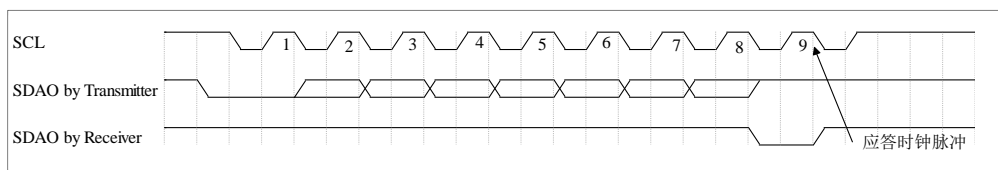
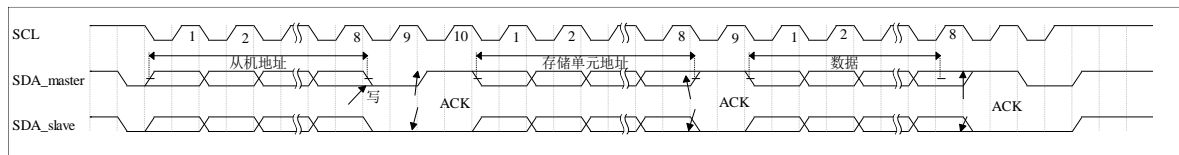
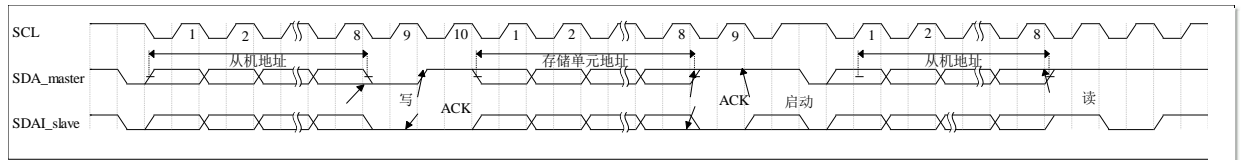
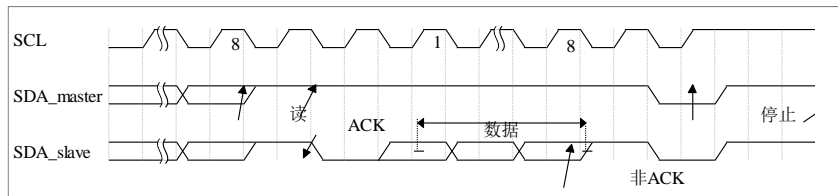

图 12-2 I2C 总线上应答时序图
图 12-3 I2C 写数据时序图
图 12-4 I2C 读指定地址数据的时序图 1
图 12-5 I2C 读指定地址数据的时序图 2 (时序接着上图)
- (1) 总线非忙状态 (A 段)：该段内的数据线 (SDA) 和时钟线 (SCL) 都保持高电平。
- (2) 启动数据传输 (B 段)：当时钟线 (SCL) 为高电平状态时，数据线 (SDA) 由高电平变为低电平的下降沿被认为是“启动”信号。只有出现“启动”信号后，其它的命令才有效。
- (3) 停止数据传输 (C 段)：当时钟线 (SCL) 为高电平状态时，数据线 (SDA) 由低电平变为高电平的上升沿被认为是“停止”信号。随着“停止”信号的出现，所有的外部操作都结束。
- (4) 数据有效 (D 段)：在出现“启动”信号后，在时钟线 (SCL) 为高电平状态时，数据线是稳定的，这时数据线的状态就是要传送的数据。数据线 (SDA) 上数据的改变必须在时钟线为低电平期间完成，每位数据占用一个时钟脉冲。每个数据传输都是由“启动”信号开始，结束于“停止”信号。
- (5) 应答信号：在接收到一个字节的的数据后，通常需要发出一个应答信号。在发出一个字节的的数据后，通常需要接收一个应答信号。发送方在应答时钟脉冲期间释放 SDA 线，接收方拉低 SDA 线，并且在 SCL 的高脉冲期间保持为 0，如图 12-2 所示。I2C 读写控制器必须有产生一个与这个应答位相联系的额外的时钟脉冲。在读操作中，读写控制器对 I2C 完成的最后一个字节不产生应答位，但是会有一个结束信号。
发送方：满足启动条件后，从 SDA 线先后串行写入 I2C\_CTRL[i2c\_saddr], I2C\_CTRL[i2c\_r\_wn] = 0 写操作，应答，I2C\_CTRL[i2c\_maddr]，应答和 I2C\_CTRL[i2c\_data]、应答，最后是停止信号。参考图 12-3 I2C 写数据时序图。
满足启动条件后，从 SDA 线先后串行写入 I2C\_CTRL[i2c\_saddr]，I2C\_DATA[i2c\_r\_wn]=0 写操作，应答信号，I2C\_DATA[i2c\_maddr]，应答。重新启动，I2C\_CTRL[i2c\_saddr]，I2C\_DATA[i2c\_r\_wn]=1 读操作，应答。接收方回复读取的数据 I2C\_DATA[i2c\_data]，非应答，最后是停止信号。参考图 12-4 和图 12-5。
在数据传输过程中，若没有应答或产生其他错误，i2c\_error 标志将被置位，如果设置 I2C\_CTRL 寄存器中的 i2c\_error\_en 位，将产生中断。图 12-2 是 I2C 应答时序图，图 12-3 和图 12-4 分别是 I2C 的写数据和读指定地址数据的时序图。